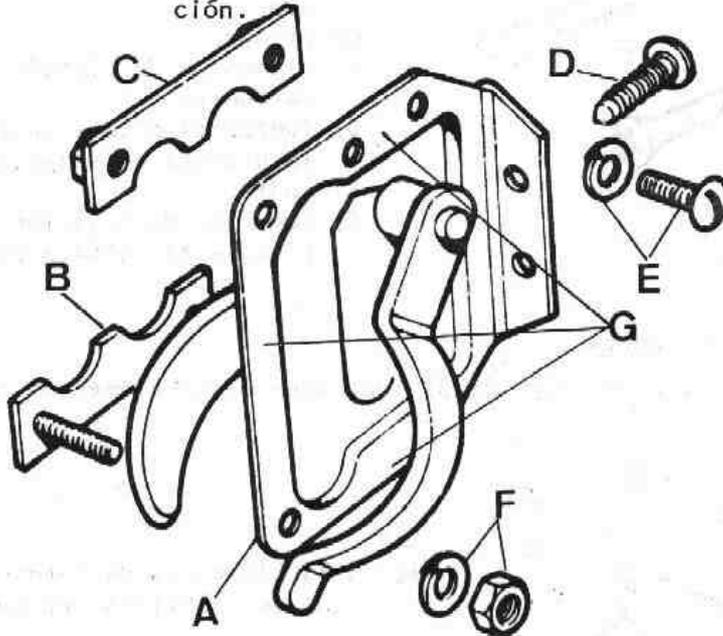

Fig. Q-20 Conjunto de la cerradura
- 2.1.1. Desmontar la cerradura, A (Fig. Q-20) soltando sus elementos de fijación.